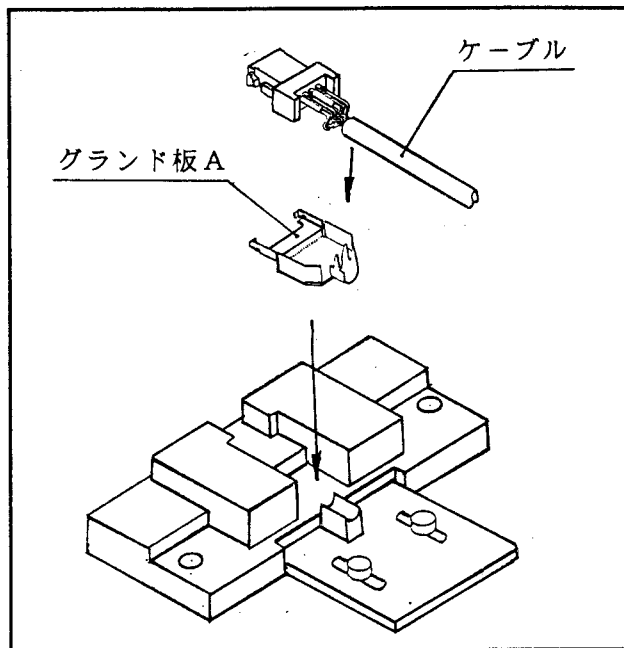

図 4
- ① 予め、『2-1ハーネス工程について』の工程No 1～3を行って下さい。
- ② 図4の様にグラウンド板Aと半田付けを終了したケーブルをセットして下さい。
- ③ プレスのハンドルを下げ、ケーブルを加締めて下さい。